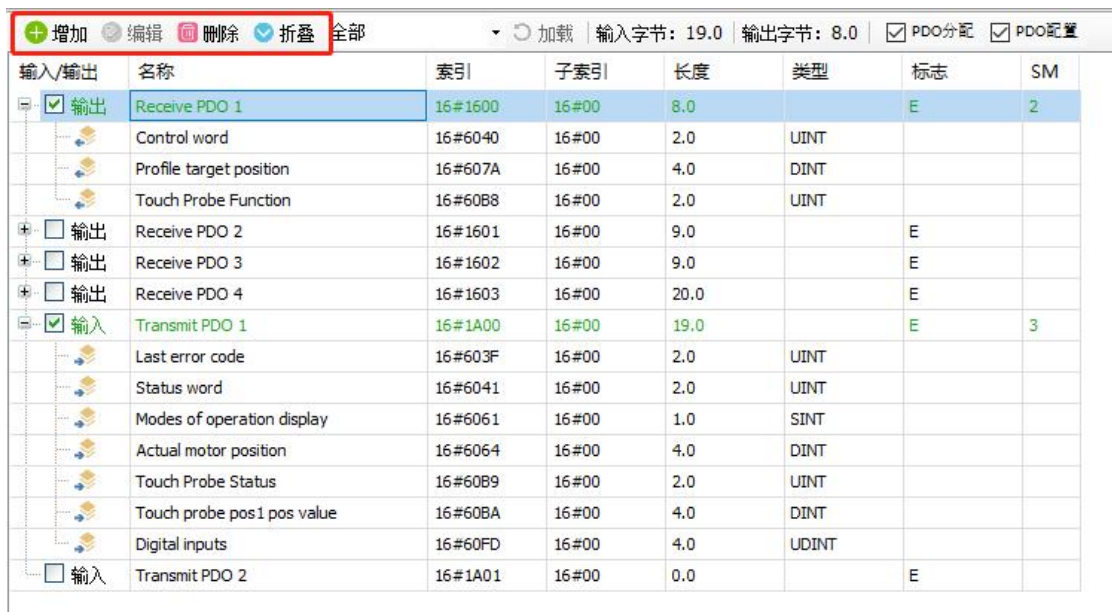

图 14.26 PDO 内容编辑框
- b) 如图 14.26 所示，用户可点击“增加”、“编辑”、“删除”、按钮，对 PDO 的内容进行编辑，参见表 14.2；